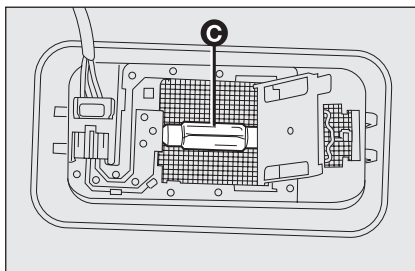

fig. 42
- sostituire la lampada **C**-fig. 42 svincolandola dai contatti laterali, inserire la nuova lampada accertandosi che la stessa risulti correttamente bloccata tra i contatti stessi;